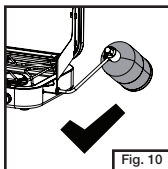

Fig. 10
- El cilindro de propano correctamente instalado. (Fig. 10)
- Conecte la manguera al regulador 5430 y enrósquela en la estufa como se muestra en la Fig. 10.